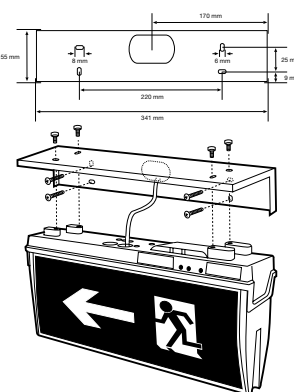

ABB. 6
- Platzieren der Piktogrammfolie (Abb. 6).